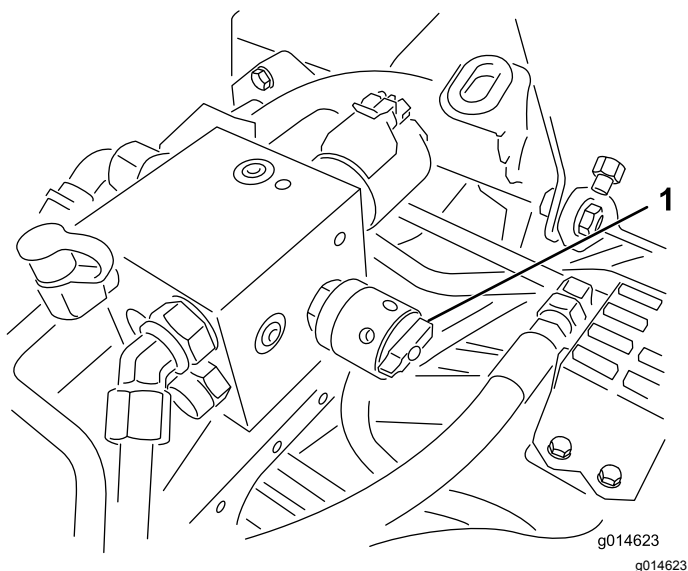

Figura 35
4. Para ajustar a velocidade dos cilindros, rode o manípulo (Figura 35) até que as setas indicadoras fiquem alinhadas com o número que designa o ajuste desejado.